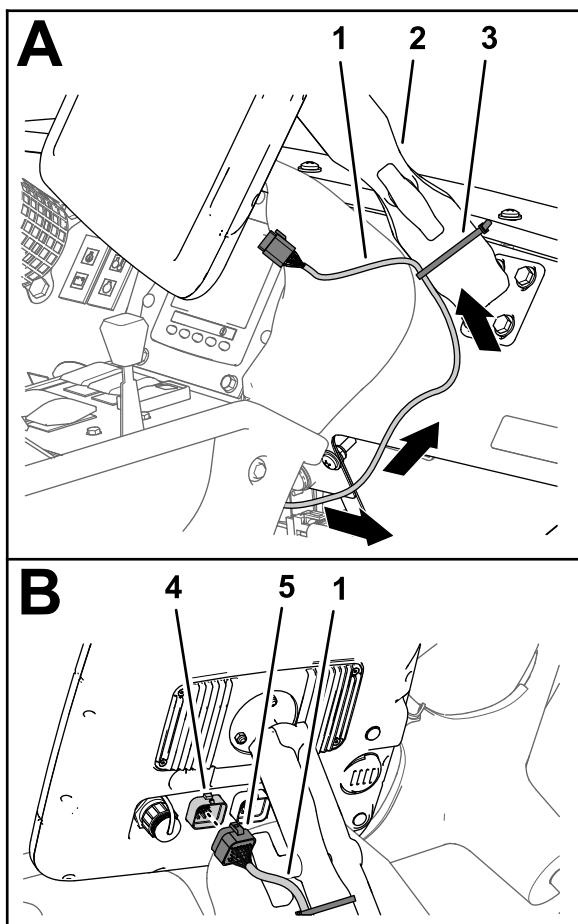

Figure 143
5. Acheminez la branche de 220 cm du faisceau de données vers le haut et dans le passe-câble qui entoure le trou dans la planche de bord (Figure 143).
6. Alignez le connecteur à 26 douilles du faisceau de données et le connecteur à 26 broches de l'affichage du pulvérisateur, puis poussez le connecteur à douilles dans le connecteur à broches jusqu'à ce qu'il s'enclenche solidement (Figure 143).
7. Attachez la branche de 220 cm du faisceau de données au bras du moniteur avec un attache-câble (Figure 143).